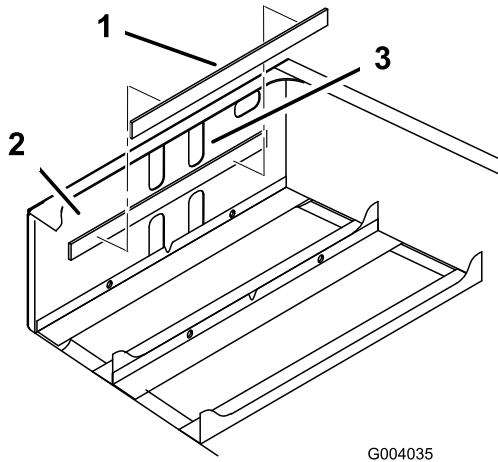

Figure 10
- Retirez la bande adhésive au dos de la cale et placez celle-ci sur la face intérieure avant du châssis arrière, comme illustré à la Figure 10.
**Remarque:** La cale doit se trouver à environ 6,4 mm en dessous du bord inférieur des découpes supérieures (Figure 10).